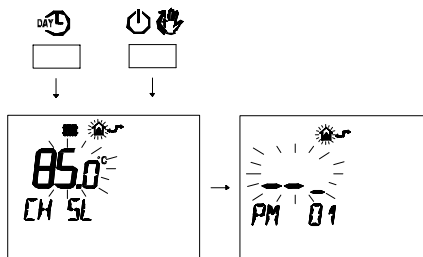

Figura 5.52
- Premere contemporaneamente i pulsanti **DAY/night** e **power** per entrare nella programmazione trasparente (Figura 5.52).